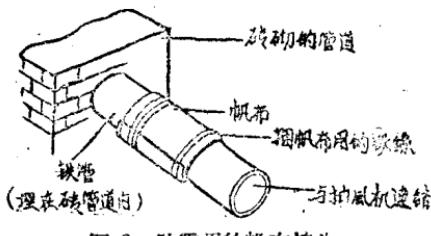

图8 防震用的帆布接头
(1) 所用木料必需先經過处理，以防止在生产过程中忽湿忽干而木材变形。
(2) 保証接縫严密，不应有漏气現象。
(3) 抽风机进出口管和进气、排气管相接时，用帆布接头，以免抽风机震动而脱节，致使操作不便和不安全（图8）。
(4) 抽风机出口管底部应留有排油孔。
(5) 叶片安装在风叶支架上时，用螺絲上緊，防止操作时松懈和碰撞壳壁。
(6) 考虑到叶片不致左右擺动，軸与风叶軸連接时，必須用键来固定，軸承亦要固定。